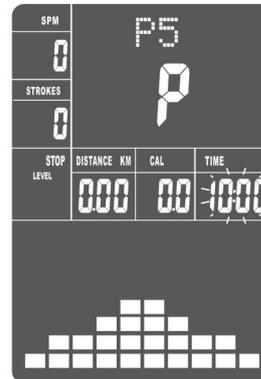

fig 16
- C. Das Feld TIME blinkt. Durch drücken der UP bzw. DOWN-Taste, können Sie die gewünschte Zeit eingeben. Drücken Sie MODE, um die Eingabe zu bestätigen. (s. fig 16)
- C. The time will flash, press UP, DOWN button to set up your desired time. Press MODE button to confirm the value. (See fig 16)